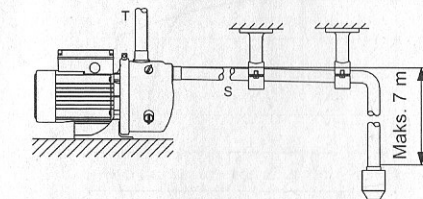

Fig. 2 Rørtilslutning
Tilslut afgangsledningen til pumpens afgangsstuds (T). Se fig. 2. H = maks. 7 meter.